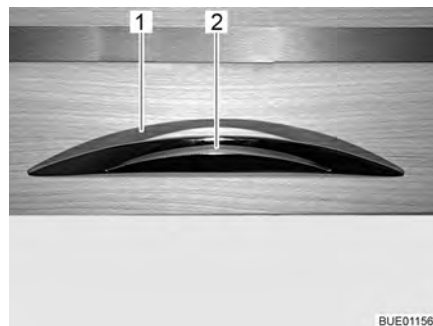

Fig. 43 Trampa de mueble con tirador de desbloqueo
- Presionar el tirador de desbloqueo (Fig. 43,2) y mantenerlo presionado.
- Tirar del tirador de desbloqueo (Fig. 43,1) hasta que la trampa de mueble esté abierta.